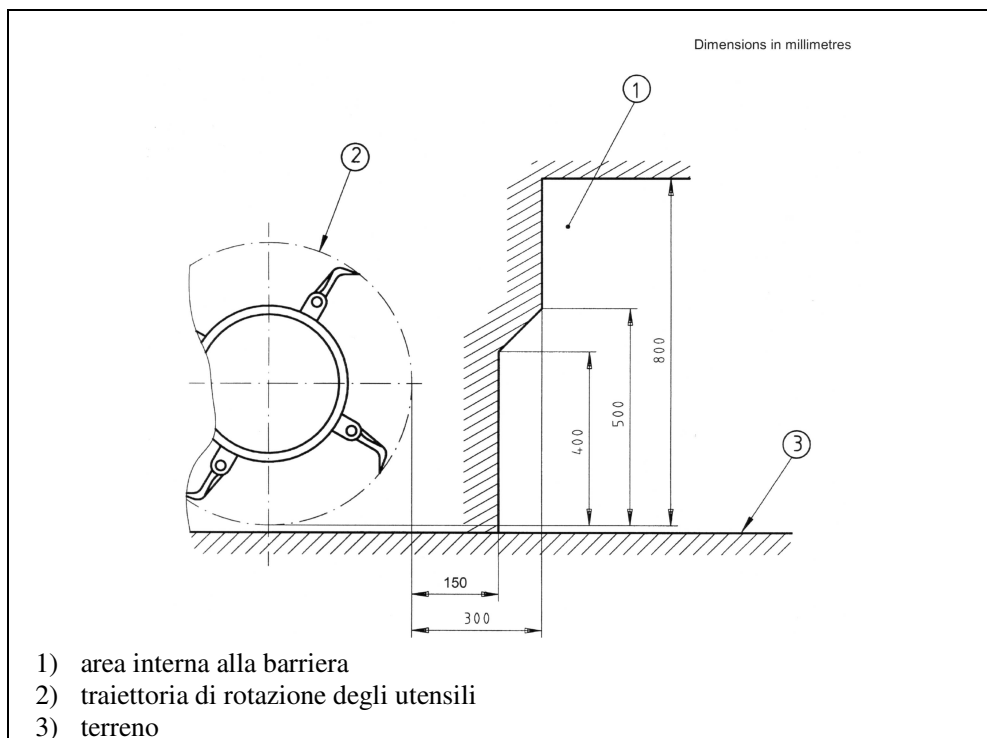

Figura 1 – Quote della protezione dell'organo falciante
- le barriere in direzione di alimentazione e di espulsione, come i deflettori, devono essere in accordo con quanto riportato in figura 1. Le distanze vanno misurate dalla traiettoria di rotazione degli utensili, con gli utensili in posizione di lavoro.